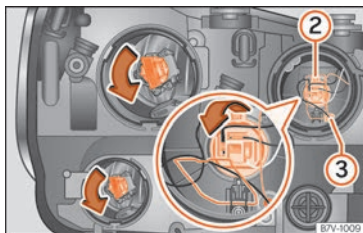

Abb. 63 Linker Scheinwerfer.
- Drahtbügel in Pfeilrichtung kräftig nach unten drücken und Lampenhalter »» **Abb. 63** **2** mit der Glühlampe nach hinten herausziehen.
- Lampenhalter  **Abb. 63**  mit der Glühlampe nach hinten herausziehen.